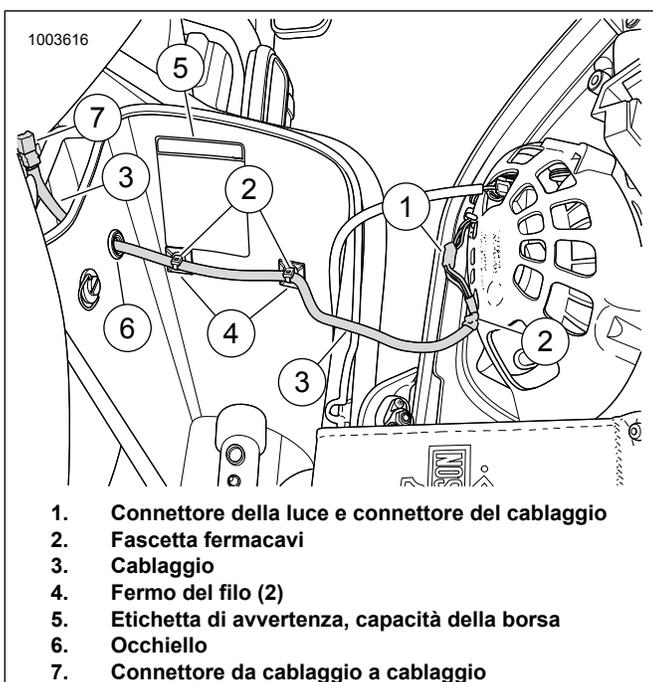

Figura 8. Disposizione dei fili della borsa
15. Vedere la figura 8. Far scorrere l'occhiello di circa 11 cm (4-1/2 in) dall'estremità del cablaggio al di fuori della borsa. In questo modo ne rimarranno circa 11 cm (4-1/2 in) al di fuori della borsa, dopo aver installato l'occhiello.
17. Unire i connettori (1) dal dispositivo di illuminazione al cablaggio. Fissare il cablaggio all'altoparlante vicino alla connessione con la fascetta fermacavi (2).